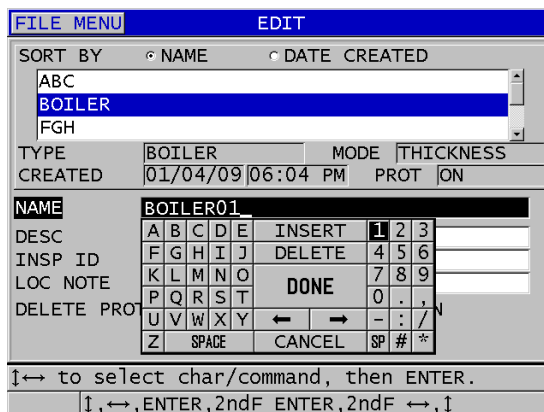

図 11-18 新しいファイル情報の入力
3. 編集画面で、以下の操作を行います (205 ページの図 11-18 参照)。